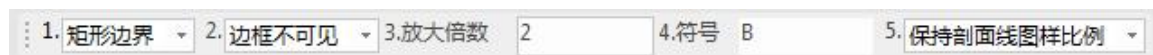

图 2-68 局部放大图立即菜单 2
- 1) 从如图 2-67 所示立即菜单项【1:】中选择【矩形边界】，立即菜单如图 2-68 所示：